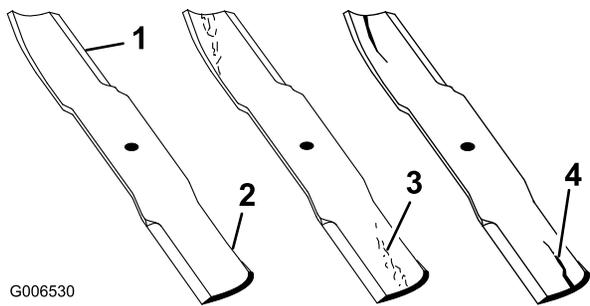

Figure 89
1. Examinez le tranchant des lames (Figure 89). Si les lames ne sont pas tranchantes ou si elles présentent des indentations, déposez-les et aiguisiez-les. Reportez-vous à Entretien des lames (page 59).
- Inspectez les lames, surtout la partie relevée (Figure 89). Remplacez immédiatement toute lame endommagée, usée ou qui présente une entaille (Figure 89).